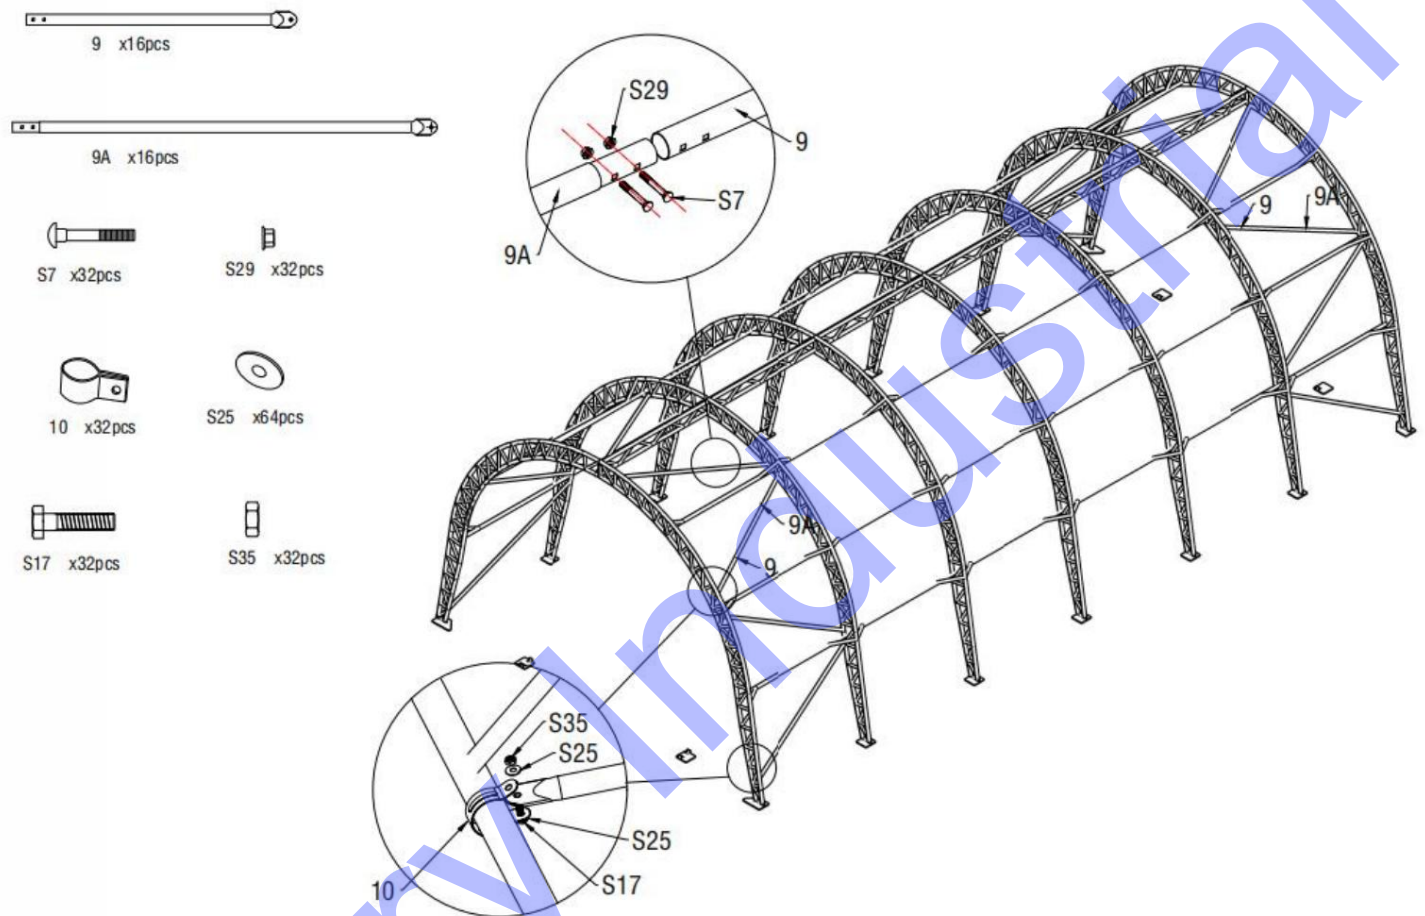

Figure 10
6. Comme le montre la figure 10, trouvez le tube femelle de support diagonal (n° 9) et le support diagonal Tube mâle (n° 9A) et assemblez chaque tube de support de groupe avec un boulon de carrosserie M8x60 (n° S7) et écrou à bride M8 (n° S29). Raccordez ensuite le tube de support diagonal à arc en utilisant le clip (n°10).